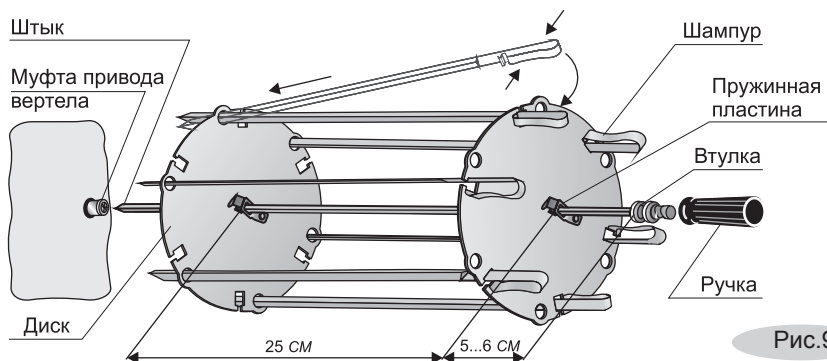

Рис.9
- Сжав пружинные пластины, оденьте на штык диск и установите его на расстоянии 5-6 см от втулки (рис.9).